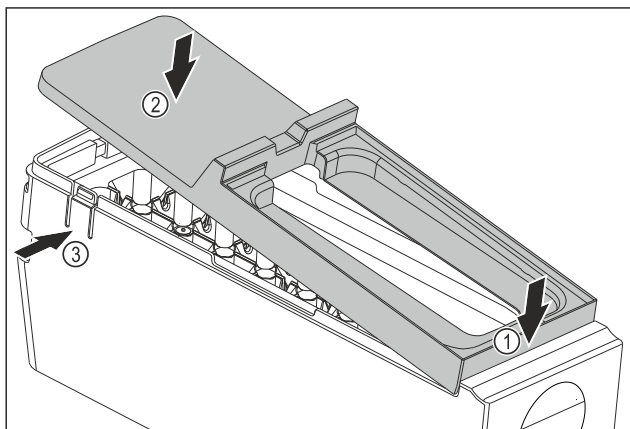

Fig. 134
- ▶ Montirajte pokrov glavnega dela EasyTwist-Ice: Pokrov spredaj namestite. Fig. 134 (1)
- ▶ Pokrov zadaj spustite. Fig. 134 (2)
- ▷ Pokrov se slišno zaskoči v obe sponi Fig. 134 (3).